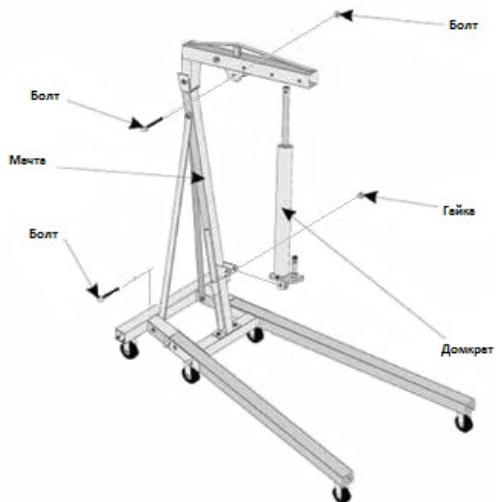

Рис.6
7. Установите нижний конец домкрата на мачте, используя бот и гайку. Закрепите верхнюю часть домкрата на стреле используя болт и гайку. (См. Рис. 6)